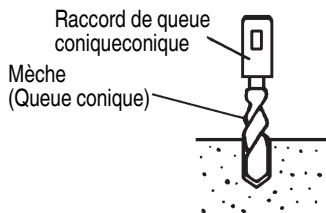

Fig. 21
- (1) Installer la mèche à queue conique dans le raccord de queue conique. (Fig. 21)